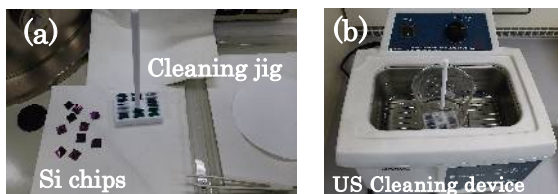

Fig.1 Cleaning jig and ultrasonic cleaning device.
- ① 予め3インチ、5インチウェハーに表面保護のレジストを塗布して、ダイシングテープに張り付けておく。
- ② 3種類(9,10,12 mm2)のシリコン試料片を3インチ(9 mm2、5×20 mm)、5インチ(10,12 mm2)ウェハーからダイシングソーによりカットする
- ③ ダイシングテープを120℃で30秒~1分程度加熱して、シリコン試料片(レジスト保護片)をテープから剥がす。シリコン試料片を洗浄用テフロン治具に入れる(Fig. 1(a))。
- ④ アセトンによりレジスト剥離、仕上げ洗浄を行う(Fig. 1(b))。